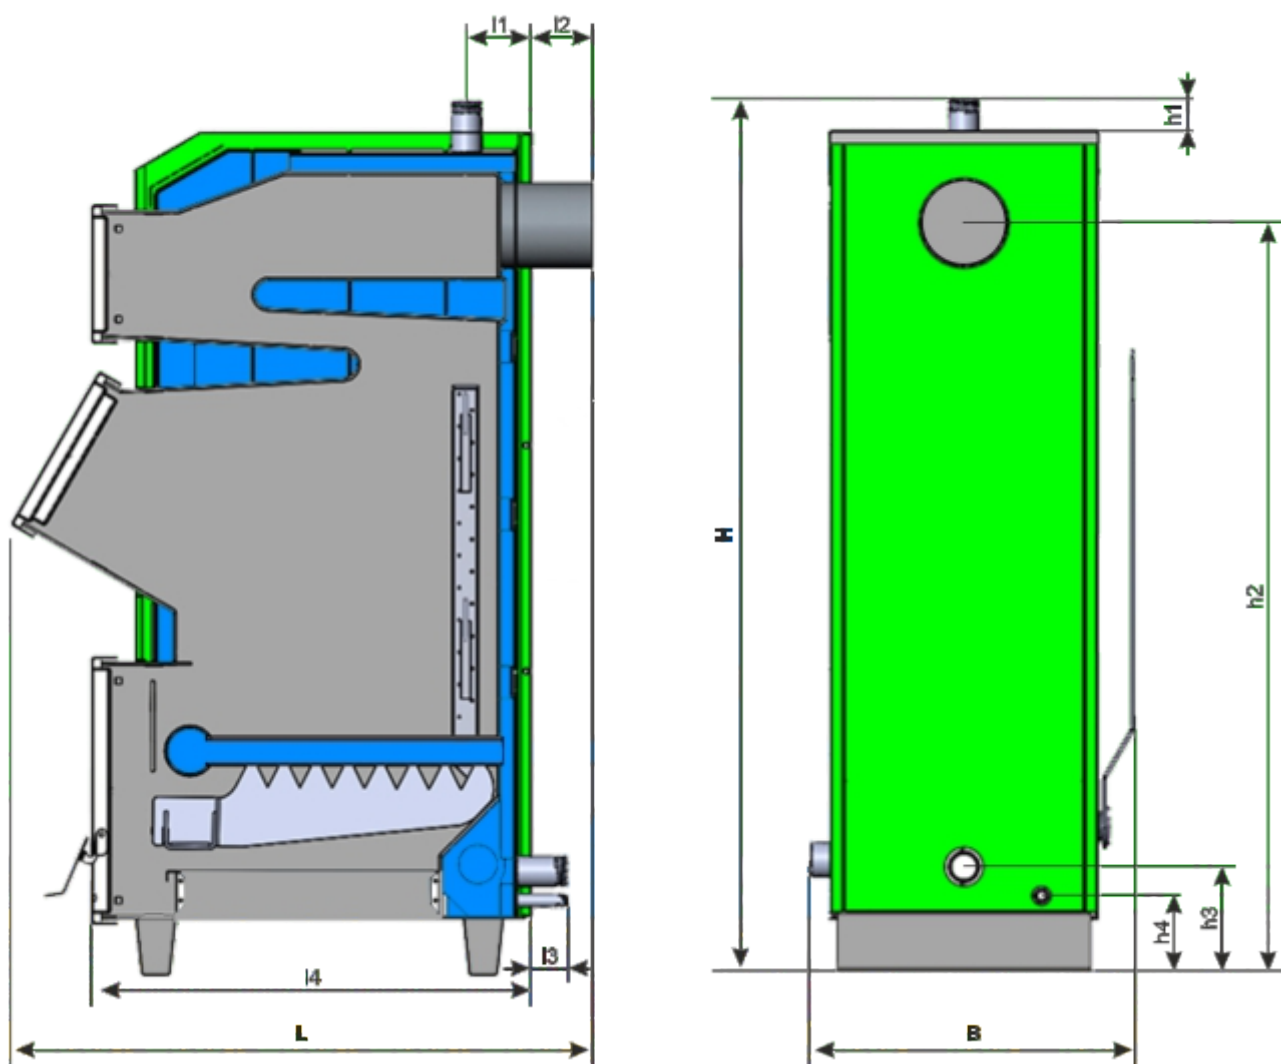

Рисунок 1. Габаритные и присоединительные размеры Котлов моделей MC 12-32
Габаритные и присоединительные размеры Котла (см. рис.1), мм:
Котел (рис.1) представляет собой стальной сварной теплоизолированный каркас, обшитый снаружи съемной декоративной облицовкой, все вместе образующие собой корпус, и устанавливаемый на собственных опорах (15). Внутреннее пространство имеет сложную конфигурацию, включает в своем составе трубчатый теплообменник (12), предназначенный для циркулирования теплоносителя (воды), листовые детали, образующие вместе со стенками каркаса камеру сжигания, воздухоподводящие каналы, (систему дымоудаления из Котла (8). Внутри каркаса в нижней части расположены устройства: колосниковая решетка для размещения топлива (13), зольный ящик (4) для сбора и удаления золы, а также механизм очистки колосников от сажи (5). В нерабочем состоянии механизм (5) располагается в зольном ящике (4). Колосниковая решетка выполнена из труб гидравлического контура Котла и является неотъемлемой частью теплообменника (13). Снаружи Котел имеет дверцы для обслуживания Котла (9,10,11), патрубки для подсоединения к трубопроводам водяного контура системы отопления (1,2), патрубок для опорожнения теплообменника (3), штуцер для установки тягорегулятора (14), для управления механизмом очистки колосников от сажи (5), рычаг (6).